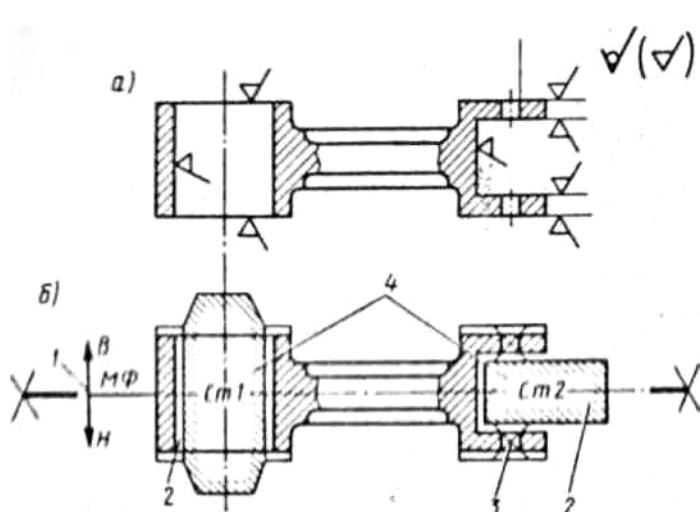
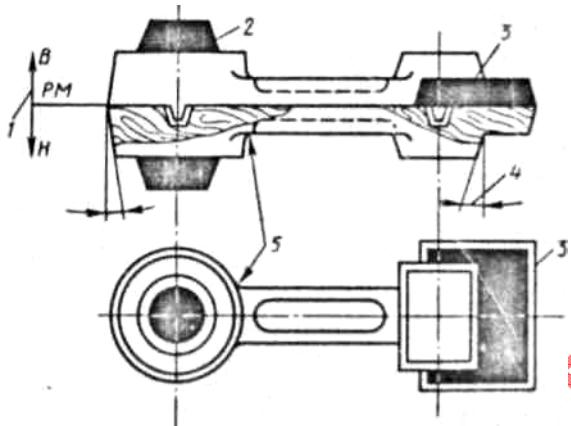
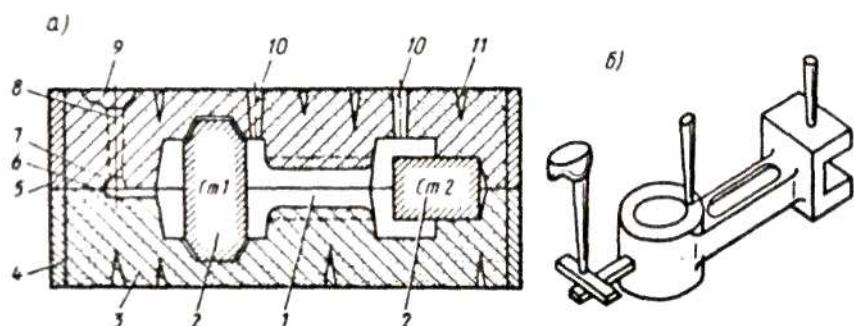
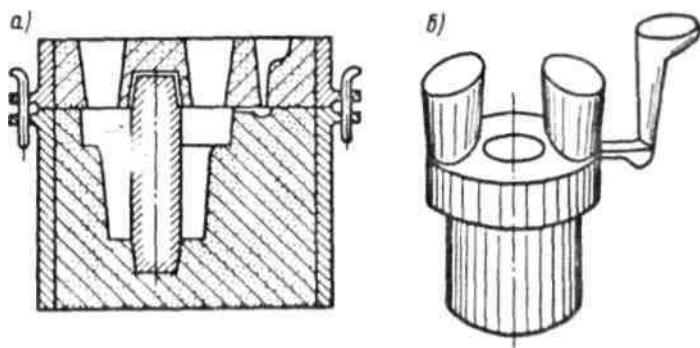

Рис. 1
Рис.2
Рис. 5
Рис.6
Стержни обозначают буквами "Ст" и порядковыми номерами, например, Ст1, Ст2 (рис. 1, б).
5. Литниковую систему и прибыли изображают сплошной тонкой линией, которую допускается выполнять красным цветом. На рис. 1, б литниковая система не показана.
Припуски на механическую обработку и размеры знаковых частей стержня определены Государственным стандартом. Чертеж (эскиз) "Элементы литниковой формы" служит основой для разработки модельного комплекта: модели и стержневых ящиков. На рис. 2 дан эскиз деревянной модели для ручной формовки. Модель имеет разъем 1, стержневые знаки 2, 3 (они окрашены черным цветом), конфигурация которых соответствует конфигурации знаков, указанных на рис. 1, б (Ст1 и Ст2). На модели
Эскиз собранной питейной формы (вертикальный разрез) для разрабатываемой технологии изготовления отливки (см. рис. 1) приведен на рис. 5, а, а_ готовой отливки с литниковой системой - на рис. 5, б. Литейная форма в сборе состоит из следующих элементов: полости формы /, стержня 2, формовочной смеси 3, опоки нижней 4, опоки верхней 5, питателя 6, шлакоуловителя 7, стояка 8, литниковой чаши 9, выпора 10, газоотводящих каналов 11. Обратите внимание на графическое изображение каждого элемента литниковой формы: полость формы и каналы литниковой системы не штрихуются, стержень заштрихован у контура.
На рис. 6 показаны: литьевая форма для стальной отливки (а) и отливка с литниковой системой (б). Обратите внимание на прибыли, а также на различие конструкций литниковой системы для чугунной (см. рис. 5) и стальной отливки (рис. 6). В форме для стального литья отсутствует шлакоуловитель, так как конструкция заливочного ковша обеспечивает задержание шлака.